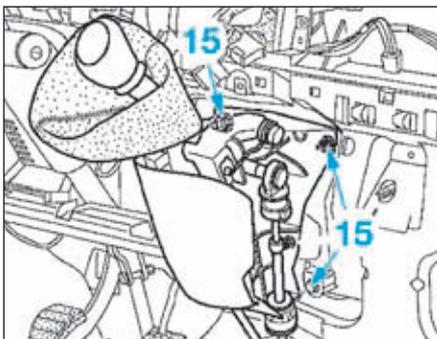

FIG.14
- Déposer les vis de fixation (11) (Fig.14) de la façade centrale.
- Déclipper en (12) la façade centrale.
- Déposer la façade centrale dans le sens des flèches (13).